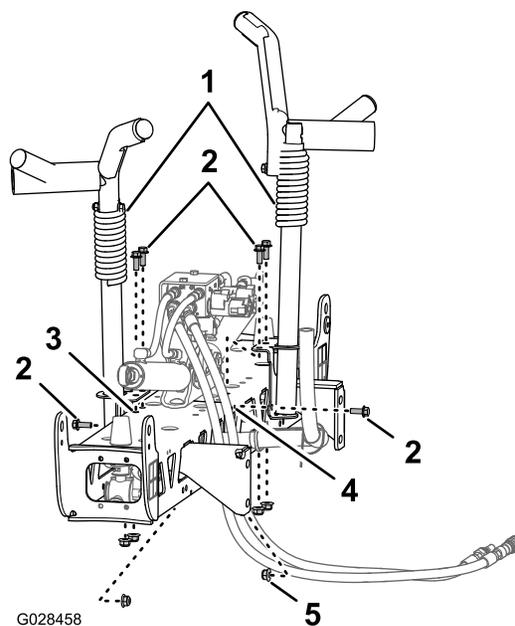
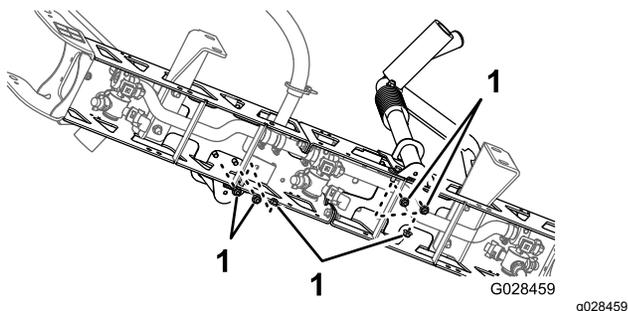

Рисунок 27
Рисунок 28
2. Выровняйте транспортировочные опоры стрелы по средней секции стрелы (Рисунок 27).
3. Подсоедините опоры к секции стрелы (Рисунок 27 и Рисунок 28) с помощью 6 болтов ($\frac{3}{8}$ x 1 дюйм) и 6 фланцевых контргаек ($\frac{3}{8}$ дюйма).